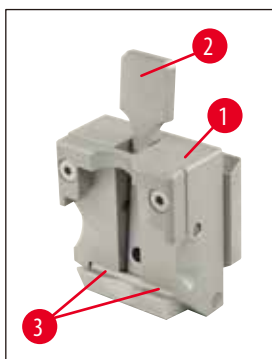

Fig. 41
- Arborele (→ Fig. 41-3) al manetei de prindere a clemei casetei (→ Fig. 41).